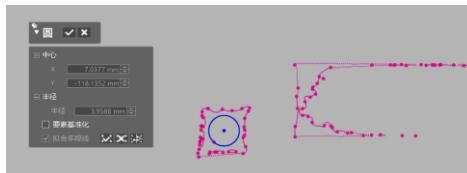

图 4.76 拟合圆
18) 点击圆 按钮, 拟合出圆, 如图 4.76 所示, 点击退出 按钮退出草图环境。